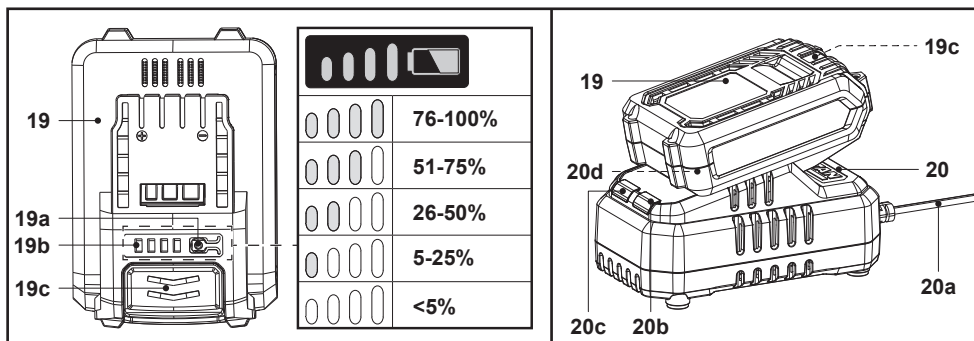

Fig. 3
1. Appuyer sur le bouton de capacité de la batterie (19a) (Fig. 3).
2. Les LED de l'indicateur de charge de la batterie (19b) restent allumées pendant environ 10 secondes (Fig. 3).
4. Une fois la charge terminée : maintenir le chargeur (20) en place d'une main. Appuyer sur le bouton de déverrouillage (19c) et retirer la batterie en la faisant glisser (19) (Fig. 3).